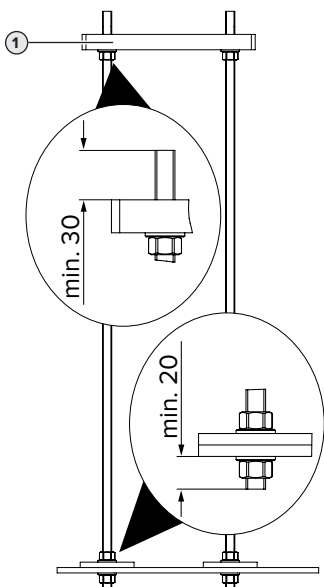

Fig. 3: Plassering av underlagsskivene og mutrene [mm]
- Fest flattstålene med en mutter og en underlagsskive hver, samtidig som det tas hensyn til Fig. 3. Forsikre deg om at fundamentfeste-settet er innrettet vannrett.
- Monter tilhørende fundament- eller adapterplate (1) (fås som tilbehør) på fundamentfeste-settet, samtidig som det tas hensyn til Fig. 3.